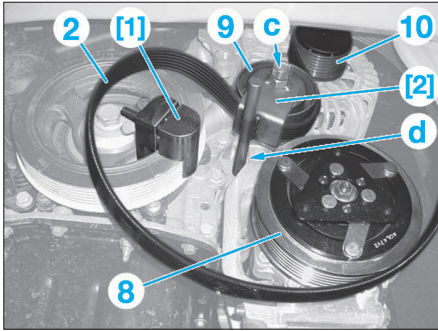

FIG. 15
- Positionner la courroie (2) sur la poulie de l'alternateur (10) et la celle du compresseur de climatisation (8)(Fig.15).
- Poser l'outil [2] sur le galet enrouleur (9). Cet outil servira de guide à la courroie et la maintiendra en position lors du montage.
- Bloquer l'outil [2] en serrant la fixation (c) (Fig.15).